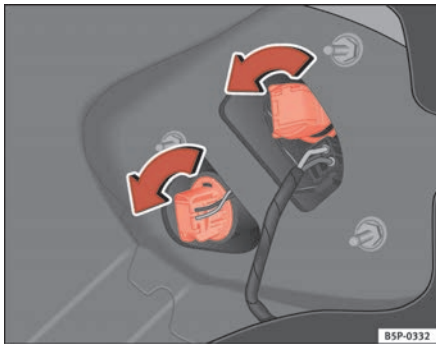

Abb. 194 Rücklichter an der Karosserie
- Drehen Sie die Lampenfassung nach links ⇒ Abb. 194.